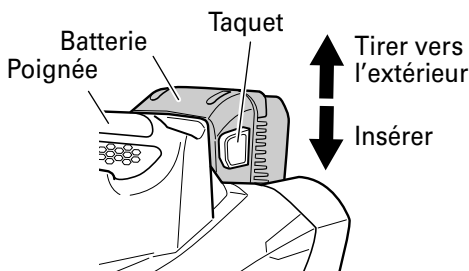

Fig. 4
Maintenir fermement la poignée et pousser le taquet de la batterie (2) pour l'enlever (Voir Fig. 4).
Toujours l'insérer au fond jusqu'au clic de verrouillage, sinon, il risque de tomber de l'outil et de vous blesser ou de blesser une personne alentours (Voir Fig. 4).
2. Installation de la batterie (Fig. 4)